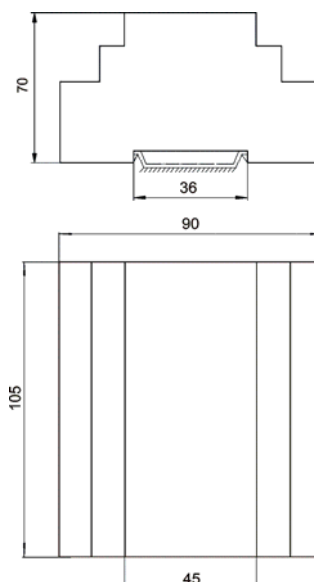

Рис. 1 Габаритные и установочные размеры БУАВР
- 3.40.Габаритные и установочные размеры БУАВР приведены на рис. 1.
- 4.4. Габаритные и установочные размеры БУАВР приведены на рис. 1.